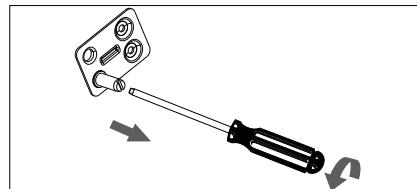

Fig. 6
- ▶ Fjern hængselstappen med en kærvskruetrækker (fig. 6).